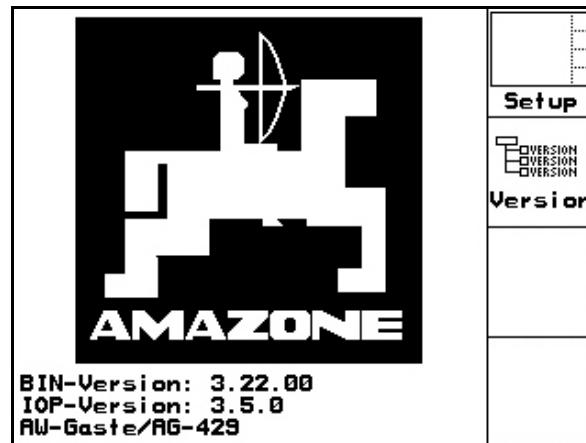

Fig. 15
Etter at **AMATRON⁺** er slått på og datamaskinen er slått på, vises startmenyen (Fig. 15) som viser terminal-programvareversjonsnr.
- vises dette på startskjerm bildet(Fig. 15).